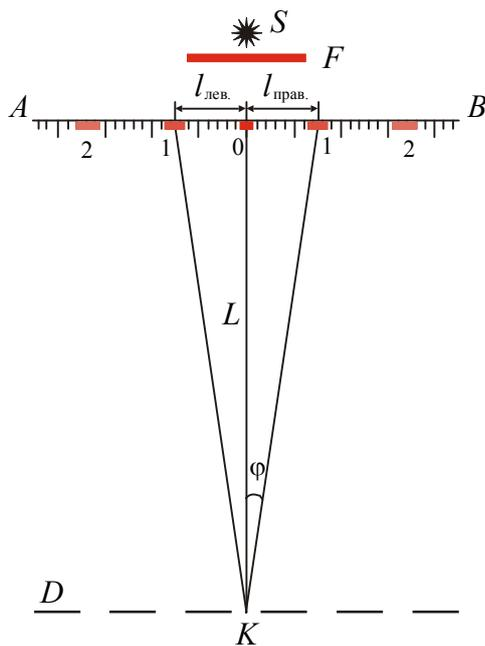

Рисунок 2
Если смотреть на освещённую монохроматическим светом щель через дифракционную решётку, то кроме изображения щели на шкале можно увидеть симметрично расположенные максимумы (рис. 2). Каждый максимум находится на определённом расстоянии l от центрального максимума. Это расстояние измеряется по шкале AB . Расстояние OK от решётки до шкалы обозначим через L : $L=OK$.
4. Измерить расстояние от центрального максимума до первого левого l' и первого правого l'' дифракционных максимумов (см. рис. 2).